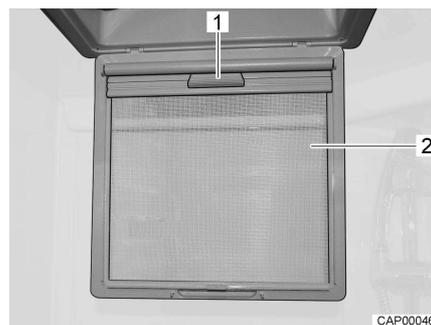

Fig. 32 Store occultant
- Rabattre la moustiquaire (Fig. 32,2) vers le bas.
- Tirer le store occultant vers le bas par la poignée (Fig. 32,1) jusqu'à ce qu'il s'enclenche du côté opposé.
- Désenclencher le store occultant par la poignée (Fig. 32,1) et le faire remonter lentement dans sa position initiale.
- Faire basculer la moustiquaire (Fig. 32,2) vers le haut jusqu'à ce qu'elle s'enclenche.